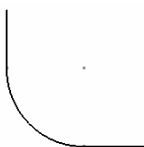

图 2-133
- : 表示删除圆角之外的多余线段，如图 2-133 所示。